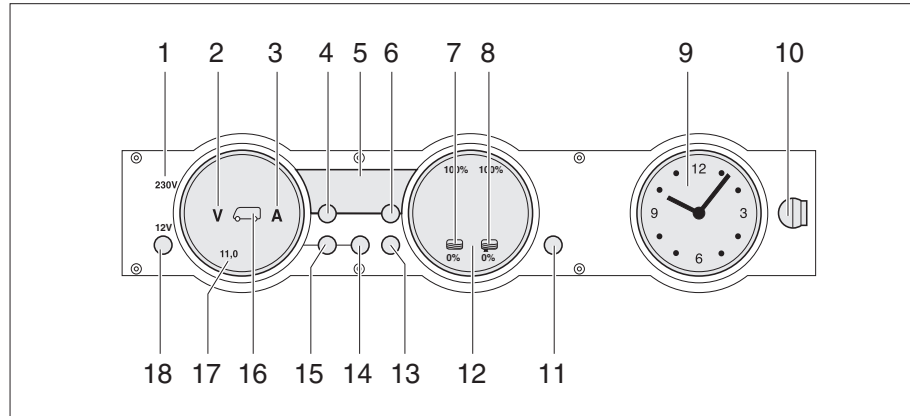

Fig. 153 Panel MP 20-T
Se enciende la luz de control de 230 V (Fig. 153,1) cuando hay tensión de red en la entrada del bloque eléctrico.
El interruptor principal de 12 V (Fig. 153,18) conecta y desconecta el panel y la alimentación de 12 V del habitáculo.
- Pulsar la tecla "12 V" (Fig. 153,18) brevemente. La alimentación de 12 V del habitáculo está conectada. La visualización de control "12 V" está encendida.
- ▷ En caso de que después de la conexión parpadeen tanto el LED "11,0" de la visualización de voltios así como el símbolo Voltios "V" (Fig. 153,2) en el instrumento indicador Baterías (Fig. 153,17), será demasiado baja la tensión de la batería del habitáculo. Cargar la batería.
- ▷ En caso de que después de la conexión parpadeen tres veces la visualización de control "12 V", el símbolo Batería del habitáculo (Fig. 153,16) y el símbolo Voltios "V" (Fig. 153,2), estará activada la separación de batería. Desactivar la separación de batería.
- Pulsar la tecla "12 V" (Fig. 153,18) brevemente. La alimentación de 12 V del habitáculo está desconectada. La visualización de control "12 V" se apaga.
- Pulsar la tecla Batería del habitáculo (Fig. 153,14) y mantenerla pulsada aprox. 10 segundos. Los símbolos Voltios "V" (Fig. 153,2) y Amperios "A" (Fig. 153,3) parpadean tres veces. La batería del habitáculo está separada de la red de a bordo de 12 V.
- Pulsar la tecla "12 V" (Fig. 153,18) y mantenerla pulsada aprox. 5 segundos. El símbolo Voltios "V" (Fig. 153,2) parpadeará tres veces. La batería del habitáculo está conectada a la red de a bordo de 12 V. La visualización de control estará encendida durante aprox. 2 segundos.
- Pulsar la tecla Batería del habitáculo  (Fig. 153,14). El símbolo Voltios "V" (Fig. 153,2) estará encendido. Según la carga o la descarga, el símbolo Amperios "A" estará iluminado de color blanco o rojo. La tensión de la batería y la corriente de la batería del habitáculo se visualizan a través de LEDs en el instrumento indicador.
- Pulsar la tecla Batería del motor de arranque  (Fig. 153,15). El símbolo Voltios "V" (Fig. 153,2) estará encendido. La tensión de la batería del motor de arranque es visualizada a través de LEDs en el instrumento indicador.
- Pulsar la tecla Depósitos  (Fig. 153,13). Los símbolos Depósito de agua  (Fig. 153,7) y Depósito de aguas residuales  (Fig. 153,8) estarán encendidos. Los niveles de llenado del depósito de agua (escala izquierda) y del depósito de aguas residuales (escala derecha) serán visualizados a través de LEDs en el instrumento indicador.
El símbolo Voltios "V" (Fig. 153,2) y el LED "11,0" parpadearán tan pronto la tensión de la batería caiga abajo de 11 V (medición durante el funcionamiento) y exista el riesgo de una descarga completa.
El símbolo Depósito de agua "☰" (Fig. 153,7) o el símbolo Depósito de aguas residuales "☷" (Fig. 153,8) parpadeará si el depósito de agua está vacío o el depósito de aguas residuales está lleno.